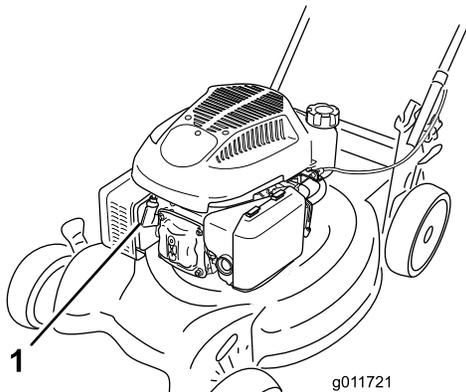

Figure 17
2. Débranchez la bougie (Figure 17) avant de procéder à un quelconque entretien.